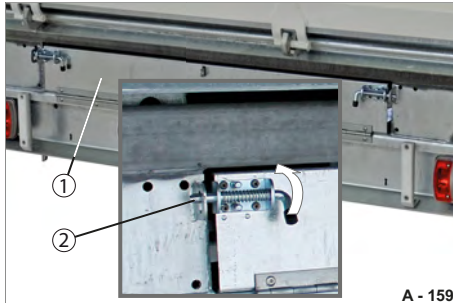

Abb. 166 Auffahrbohlen-Schacht schließen
- ▶ Schließen Sie die Klappe (Abb. 166/1) des Auffahrbohlen-Schachtes zu.
- ▶ Drehen Sie beide Federriegel (Abb. 166/2) in die horizontale Stellung.